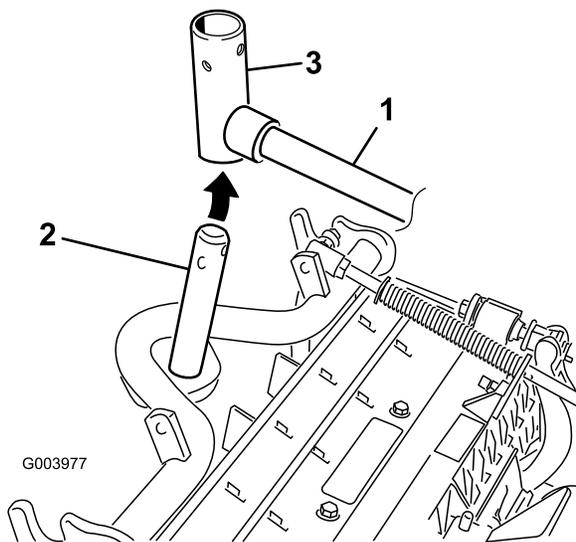

Figure 8
8. Pour les plateaux de coupe avant, poussez un plateau de coupe sous le bras de relevage tout en insérant l'arbre du bâti porteur dans la chape de pivot du bras de relevage (Figure 8).
- B. Insérez la chape du bras de relevage sur l'arbre du bâti porteur (Figure 8).